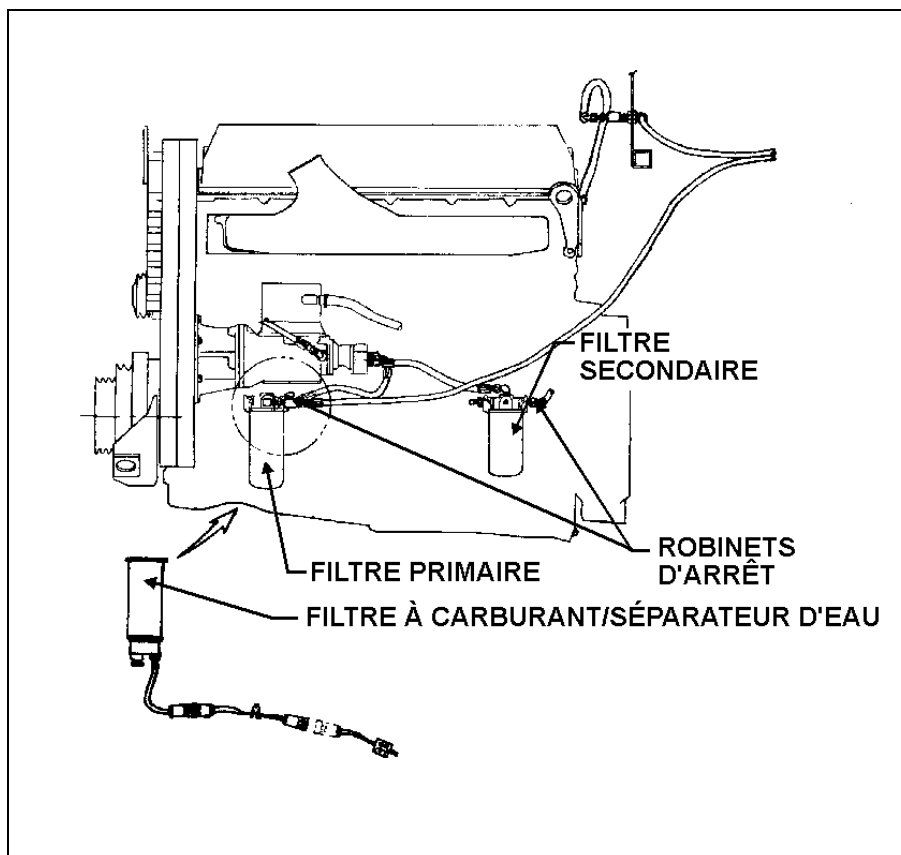

FIGURE 1 : EMPLACEMENT DES ROBINETS D'ARRÊT
2. Fermer les robinets d'arrêt d'alimentation en carburant situés du côté droit du compartiment moteur à l'entrée du filtre primaire et à la sortie du filtre secondaire (voir figure 1).